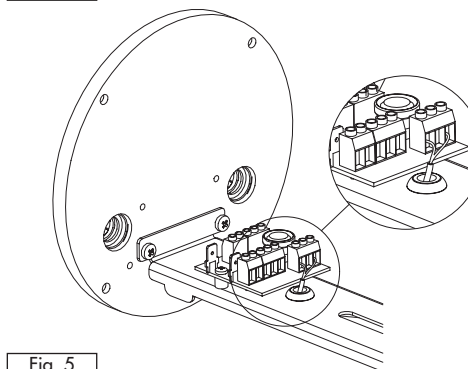
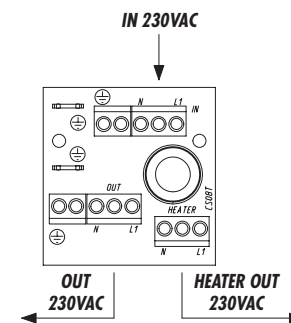
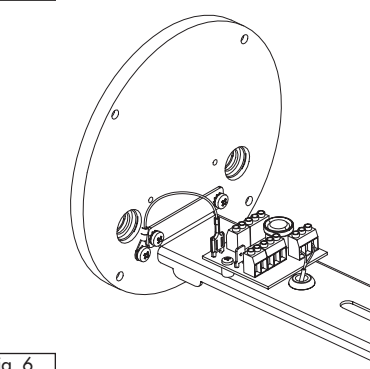

Fig. 5
Fig. 7
Fig. 6
- Far passare i cavi della resistenza attraverso il foro provvisto di gommino (Fig. 5).
- Effettuare le connessioni elettriche della resistenza sul morsetto HEATER (Fig. 6 e Fig. 7) del circuito di appoggio (Fig. 5).
- ⚠ **Per il riscaldamento 115/230VAC è necessario collegare il cavetto di messa a terra dalla scheda elettronica alla connessione predisposta sul fondo della custodia (Fig. 6).**
- Faire passer les câbles de la résistance à travers l'orifice muni du caoutchouc (Fig. 5).
- Effectuer les connexions électriques de la résistance sur la borne HEATER (Fig. 6 et Fig. 7) du circuit de soutien (Fig. 5).
- ⚠ **Pour le chauffage en 115/230VAC il est nécessaire de connecter le câble de mas de la fiche électronique à la borne predisposée sur le fond du caisson (Fig. 6).**
- Pass the resistance cables through the hole surrounded with the rubber (Fig. 5).
- Make the electrical connections of the resistance to the HEATER terminal (Fig. 6 and Fig. 7) on the support circuit (Fig. 5).
- ⚠ **For the 115/230VAC heater is necessary to connect the ground cable from the electronic card to the connection arranged on the rear cover plate of the housing (Fig. 6).**
- Die Kabel des Widerstandes durch die gummierte Öffnung führen (Fig. 5).
- Die Stromanschlüsse des Widerstandes an der Klemme HEATER (Fig. 6 und Fig. 7) der Trägerschaltung vornehmen (Fig. 5).
- ⚠ **Für 115/230VAC- Heizung ist es nötig, die Erdungslitze der elektrischen Karte mit dem vorhandenen Anschluß im Boden des Gehäuses zu verbunden (Fig. 6).**